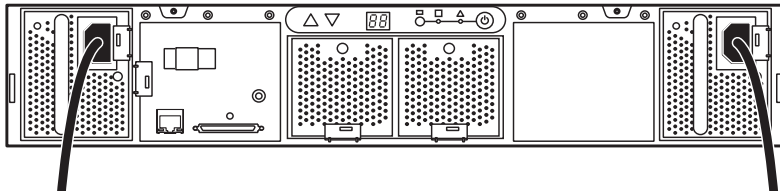

図 14. AC電源へのディスクアレイ電源装置の接続
6. 各ディスクアレイ電源装置のAC入力ソケットを、付属の電源ケーブルを使ってAC電源に接続します (図 14)。